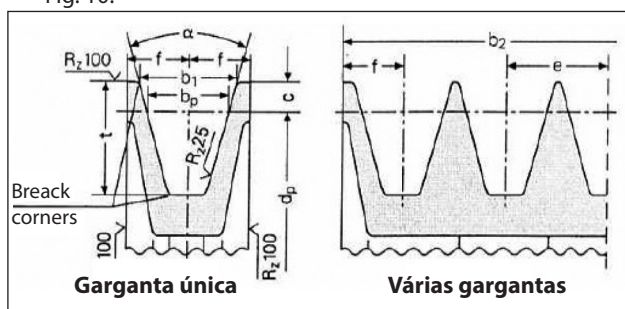

Fig. 9
- Use polias para a correia trapezoidal com as dimensões da garganta prescrita/aconselhada pelo fabricante da correia usada. Na falta das orientações, siga a Fig. 9 e a tabela da Fig. 10.